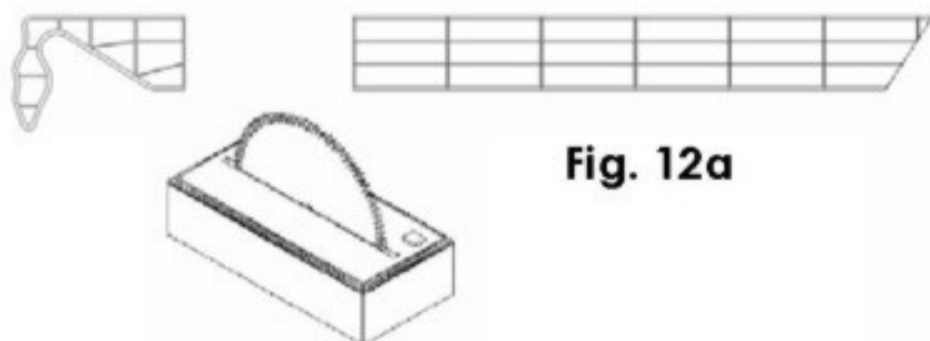
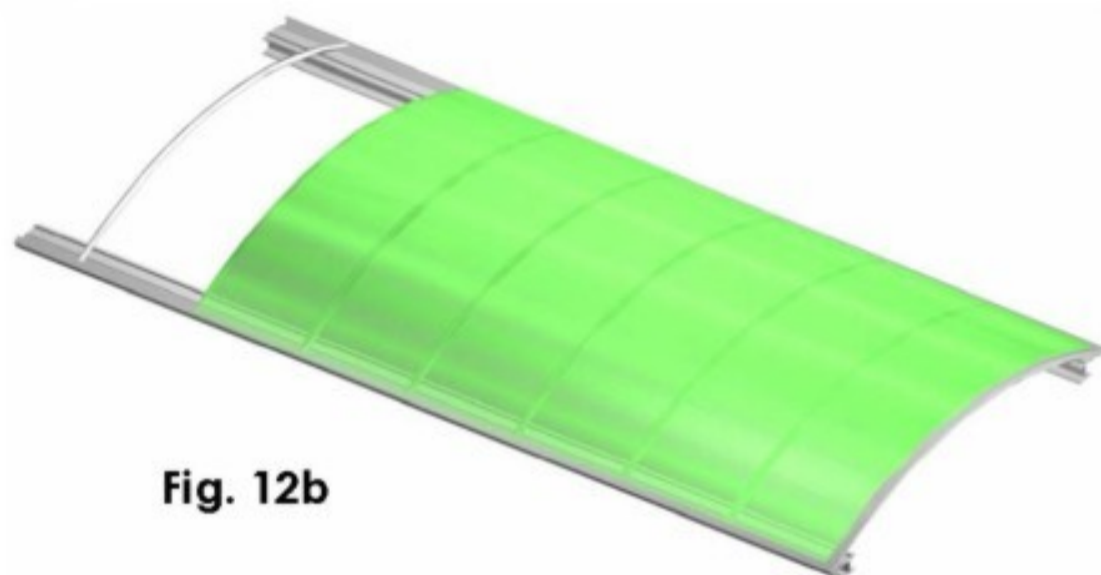

Fig. 12a
Fig. 12b
12) Presentar la penúltima placa y cortar la última placa a la medida necesaria para finalizar la bóveda – Fig. 12a. A continuación colocar el penúltimo montante - Fig. 12b.